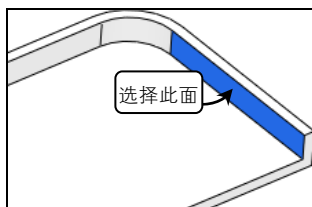
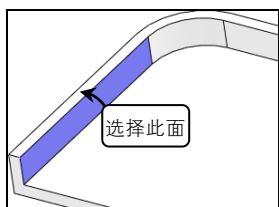

图 6-23 选择面确定勾扣方向
图 6-24 选择面配合勾扣实体
- 04 在绘图区中选择如图 6-23 所示的面用于确定弹簧勾扣方向，再单击选择如图 6-24 所示的面来配合勾扣实体。